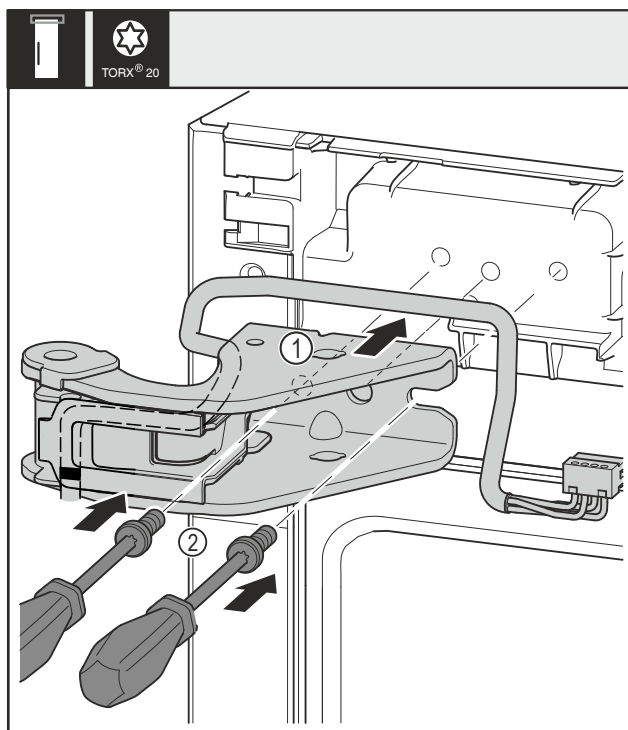

Fig. 30
- Oberen Lagerbock Fig. 30 (1) ansetzen.
- Schrauben Fig. 30 (2) mit Schraubendreher einsetzen und festdrehen.